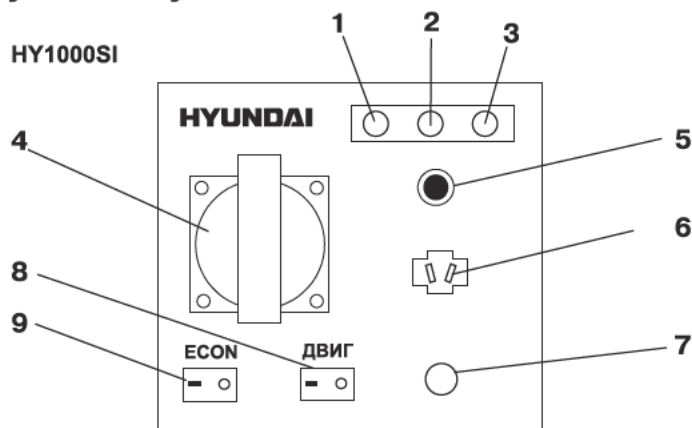

Рис.1.2
- Перевести выключатель двигателя **8** (рис.1.2) в положение ВКЛ (-).